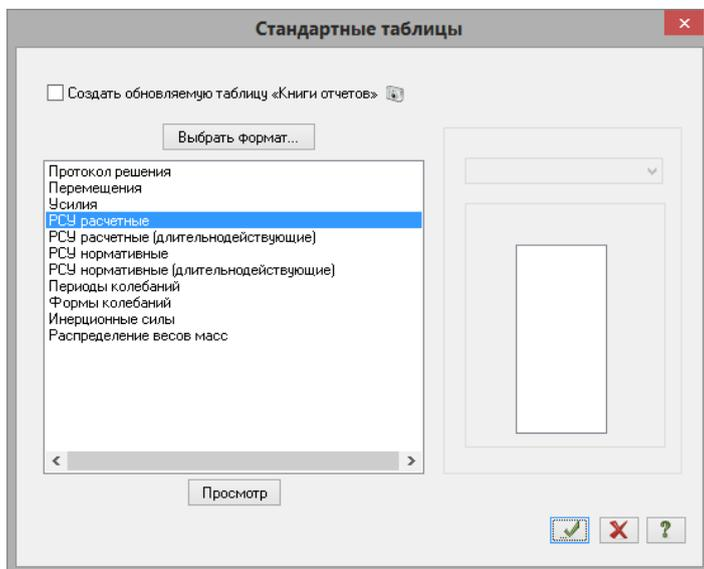

Рис.5.28. Диалоговое окно **Стандартные таблицы**
- После этого в диалоговом окне **Стандартные таблицы** (рис.5.28) выделите строку **PCY расчетные**.